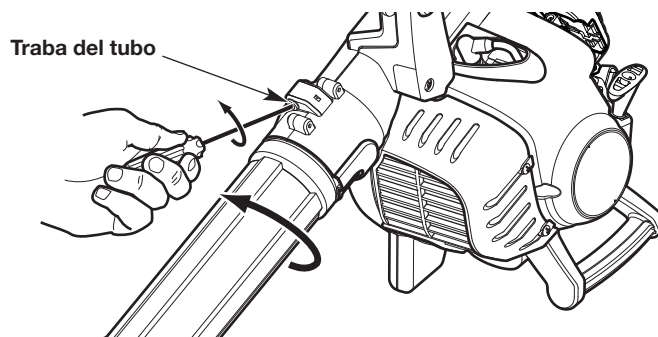

Fig. 4
1. Inserte un destornillador de cabeza plana en la traba del tubo. Gire el destornillador 1/4 de vuelta hacia la izquierda y sosténgalo en el lugar (Fig. 4).
2. Gire el tubo superior de la sopladora hacia la izquierda hasta que se destrabe de la salida de la sopladora (Fig. 4).